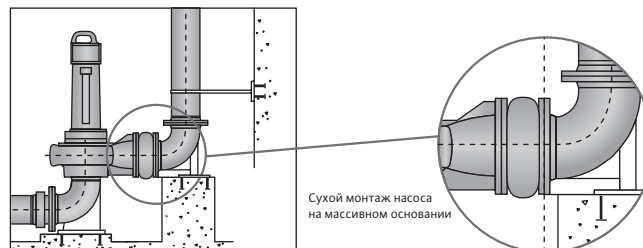

Рис. 5
5. Совершенно не допустим монтаж насоса на конструкции, в которой могут возникнуть или которая может передавать колебания. При движении жидкости в трубопроводе или его элементах возникают силы, которые приводят к собственным колебаниям трубопровода. При подключении трубопровода к насосу происходит их взаимное влияние, поэтому подключение насоса к трубопроводу должно производиться через компенсаторы. В качестве компенсаторов используются демпфирующие элементы, например, резиновые вставки (рис. 5).